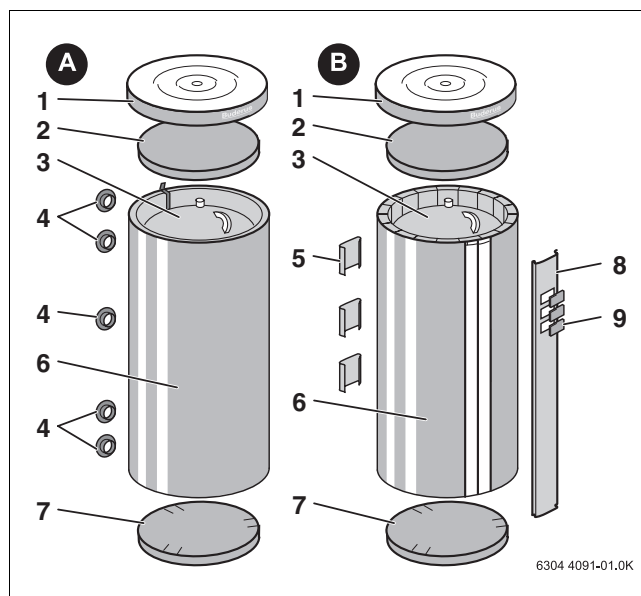

Bild 1 A: P 500/750/1000 S-80
(→ Bild 1, (A))
(→ Bild 1, (B))